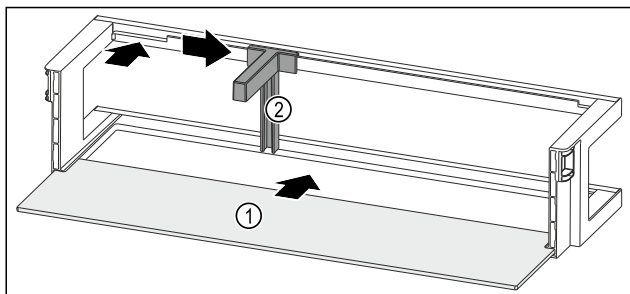

Fig. 131 Dørhylde med hylde
- Skub hylden Fig. 131 (1) ind i udsparringerne i siden.
- Indsæt flaskeholderen Fig. 131 (2) i udsparringen.
- Skub flaskeholderen Fig. 131 (2) til siden til den ønskede position.